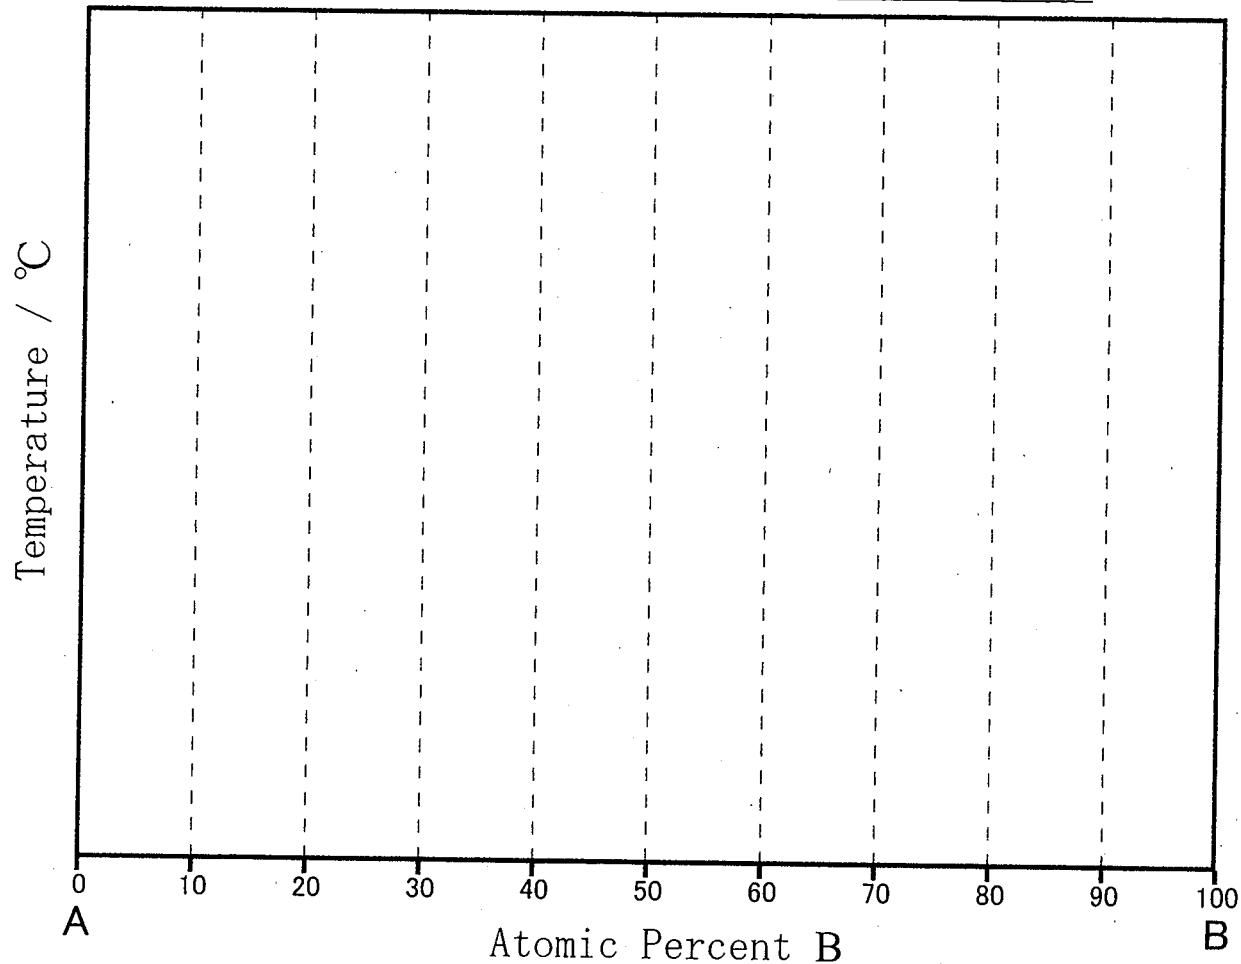

図1-1 2成分系状態図の解答欄
(1) 以下の4つの不変系反応のみを含む2成分系状態図を図1-1の解答欄に図示しなさい。各反応は指定された組成で現れること、また、各反応が現れる温度は解答者が決めてよいこととする。(20点)